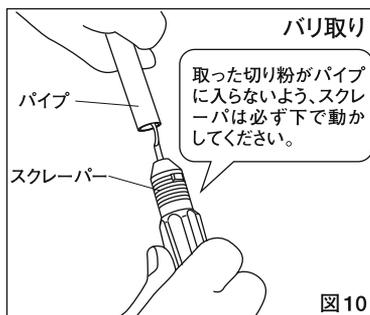

図10
- ④切断面のバリをスクレーパー、リーマー、ヤスリなどで取り除いてください。（図10）